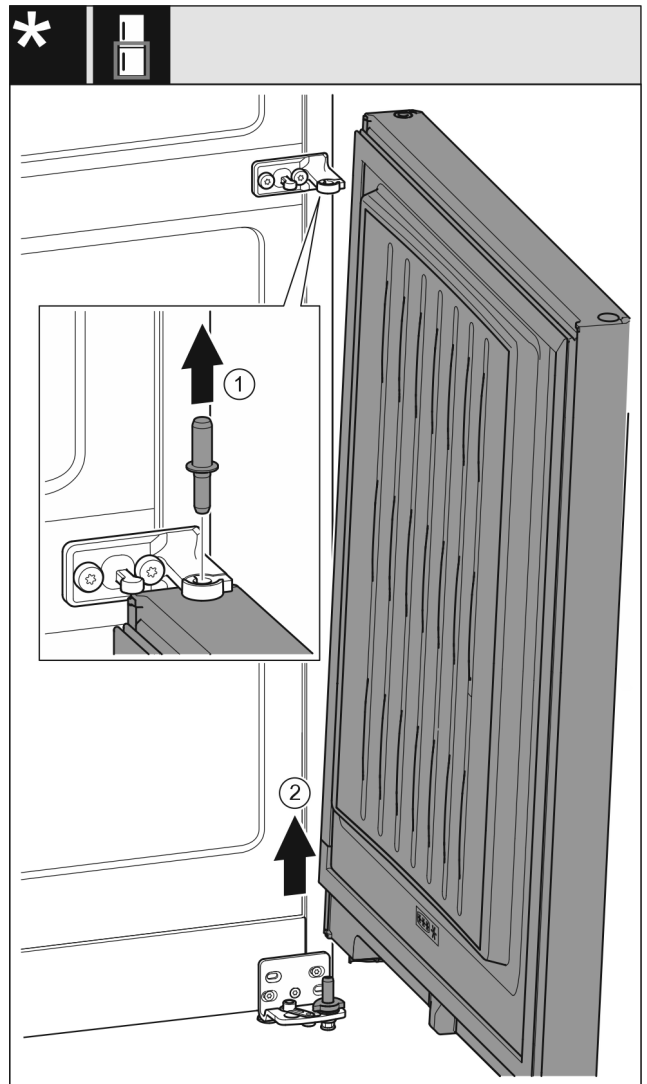

Fig. 8
- ▶ Čep vytáhněte nahoru. Fig. 8 (1)
- ▶ Dveře kýváním vysadte a odložte stranou. Fig. 8 (2)